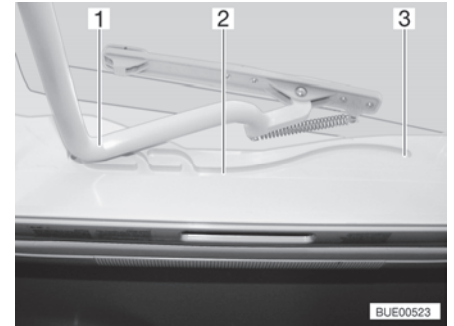

Bild 55 Führung (Heki-Dachhaube)
- Den Bügel (Bild 55,1) in den Führungen (Bild 55,2) bis in die hinterste Position (Bild 55,3) ziehen.
- Den Bügel (Bild 55,1) mit beiden Händen leicht nach oben drücken.
- Den Bügel in den Führungen (Bild 55,2) bis zur gewünschten Stellung ziehen.